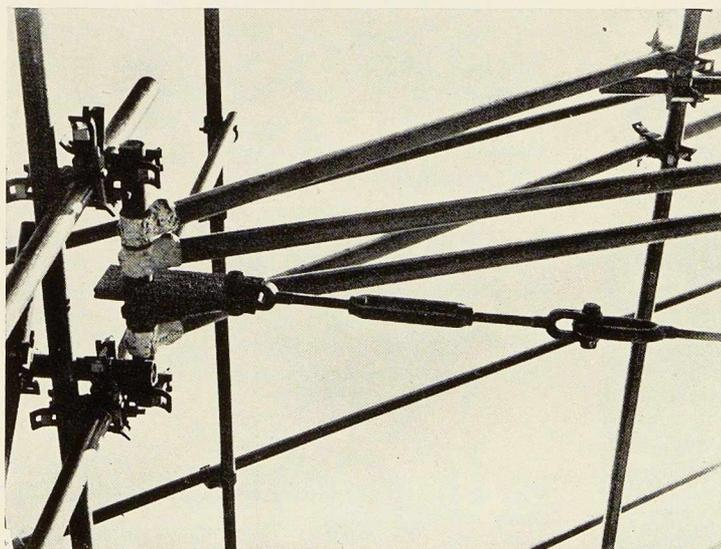

Fig. 5. Détails de l'articulation de rive.
*Aux rives :* en ces points, les tubes des membrures supérieure et inférieure s'assemblaient sur une barre pleine de diamètre 48 mm en acier, horizontale, constituant l'axe de l'articulation et supportée par la palée (fig. 5).
Chacune des boucles était accrochée à une lanterne de réglage, elle-même reliée à la barre pleine par une plaque de liaison (fig. 5).